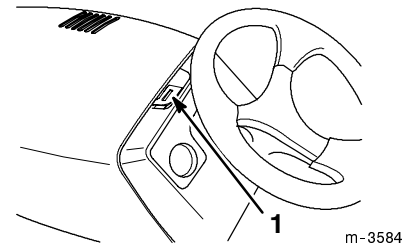

Figura 1
2. Infilate un cacciavite nel lato destro della scanalatura illustrata in Figura 1 e premete il fermo del cofano verso sinistra.